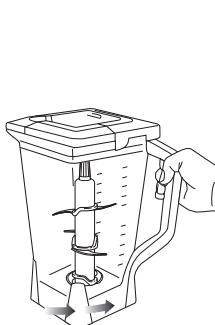

Fig. 9
- 13 Cuando haya alcanzado la consistencia deseada, apague el artefacto presionando el botón de encendido (O) y espere a que la cuchilla se detenga. (Fig. 9)
- 14 Gire la jarra en sentido contrahorario y sáquela de la base. (Fig. 9)